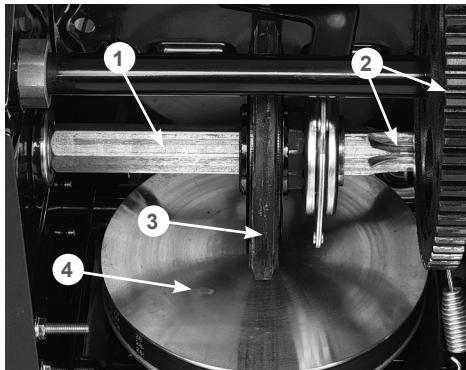

Рис. 36 Обслуживание трансмиссии
Если при нажатом рычаге включения хода снегоотбрасыватель не движется или при нажатии на рычаг включения хода слышны посторонние звуки, а регулировка длины троса включения хода не позволяет устранить проблему, возможно, фрикционное колесо 2 (Рис. 36) полностью износилось и его необходимо заменить.
4. Нанесите универсальную низкотемпературную смазку CHAMPION EP-0 тонким слоем на шестигранный вал 1 фрикционного колеса и зубья шестерен 2 (Рис. 36).
Не допускайте попадания смазки на резиновое фрикционное колесо 3 и ведущий диск 4 (Рис. 36).
5. Проверьте состояние фрикционного колеса 3 (Рис. 36). Если высота резинового кольца относительно фрикционного колеса 2 мм и менее, если на резиновом кольце имеются повреждения и разрывы, фрикционное колесо необходимо заменить.